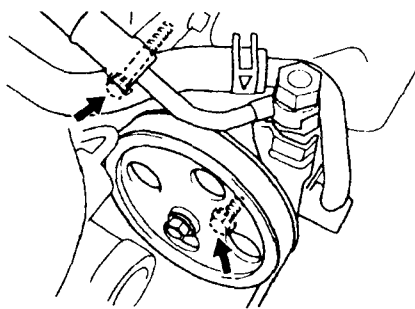

图 12 动力转向螺栓(无张紧螺栓)——5E—FE 型发动机
2) 如果装备有动力转向,但是没有传动带张紧调整螺栓(见图 12):